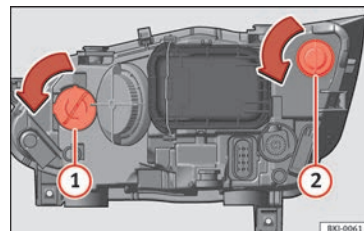

Abb. 112 Im Motorraum: Glühlampe Blinker ① und Glühlampe DRL-Licht (Tagfahrlicht) ②.
- Drehen Sie den Lampenträger » **Abb. 112** ① oder ② nach links und ziehen Sie.